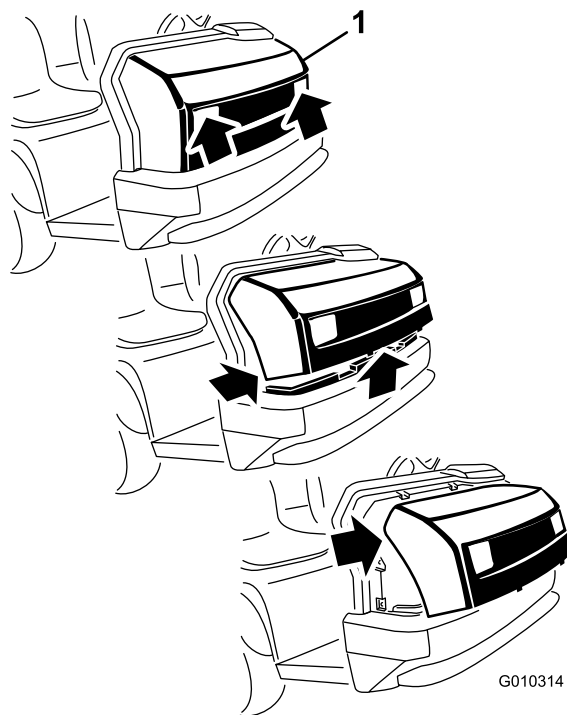

Figura 45
2. Gire hacia arriba la parte inferior del capó hasta que pueda retirar las pestañas de montaje superiores de las ranuras del bastidor (Figura 45).
3. Gire hacia adelante la parte superior del capó y desenchufe los conectores de los cables de los faros (Figura 45).
1. Sujete el capó por los orificios de los faros y levántelo para poder liberar las pestañas de montaje inferiores de las ranuras del bastidor (Figura 45).
2. Introduzca las pestañas de montaje superiores en las ranuras del bastidor (Figura 45).
3. Introduzca las pestañas de montaje inferiores en las ranuras del bastidor (Figura 45).